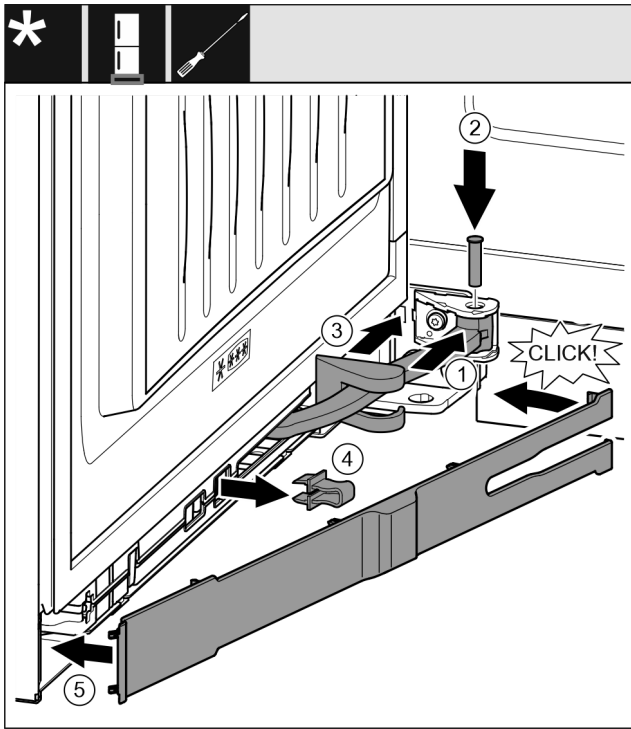

Fig. 53
- ▶ Gelenk Fig. 53 (1) in Aufhängung drehen.
- ▶ Bolzen Fig. 53 (2) mit einem Schraubendreher in Aufhängung und Gelenk einsetzen. Dabei darauf achten, dass der Rastnocken korrekt in der Nut sitzt.
- ▶ Lagerbockabdeckung Fig. 53 (3) entlang des Gelenks schieben und über der Aufhängung montieren.
- ▶ Sicherung Fig. 53 (4) abnehmen.
- ▶ Blende Fig. 53 (5) griffseitig ansetzen und einschwenken.